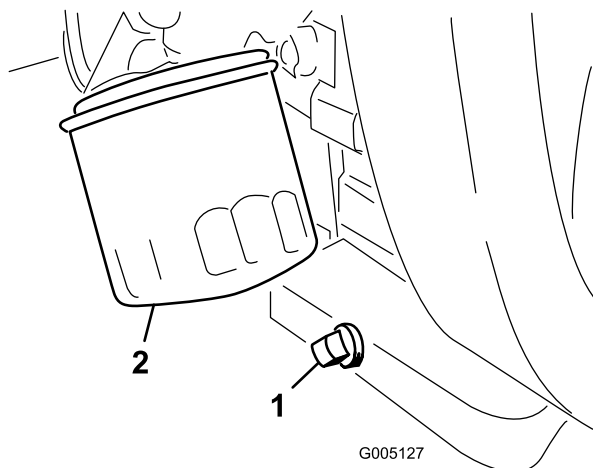

図 43
1. ドレンプラグ (図 43) を外してオイルを容器に受ける。オイルが抜けたらドレンプラグを取り付ける。
2. オイルフィルタ (図 43) を外す。新しいフィルタのガスケットに薄くエンジン・オイルを塗る。